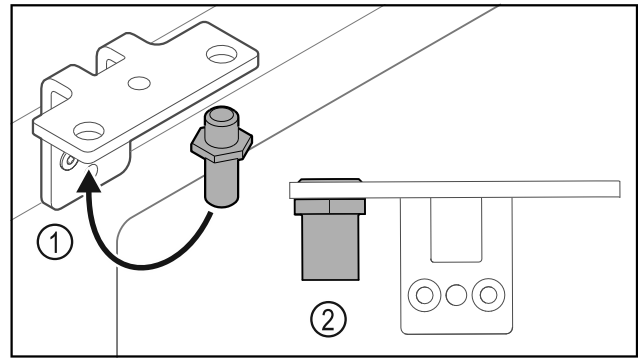

Fig. 31
- ▶ Ktheni bulonin Fig. 31 (1) në profilin e menteshës në anën tjetër.
- ▶ Shtrëngoni bulonin Fig. 31 (2) me **momentin e rrotullimit prej 12 Nm**.